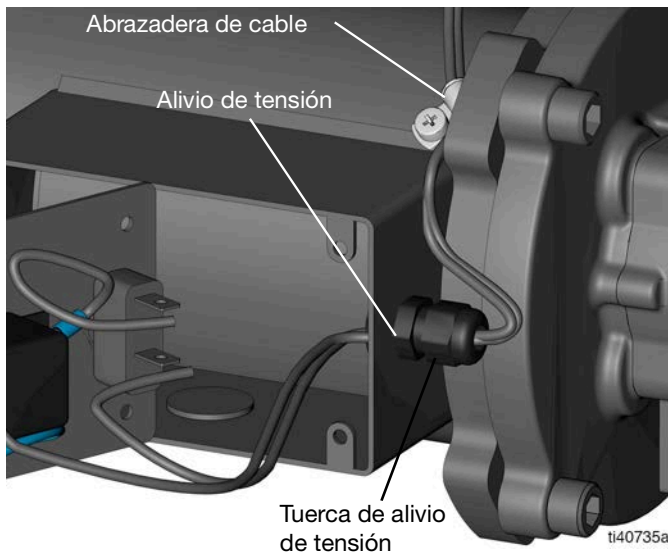

FIG. 21
- 10. Desenrosque la tuerca de alivio de tensión (FIG. 21).
- 11. Saque los cables del interruptor de presión de la caja de terminales por el elemento de alivio de tensión (FIG. 21).
- 12. Saque de la abrazadera los cables del interruptor de presión (FIG. 21).
3. Pase los cables del interruptor de presión por la abrazadera e por la caja de terminales a través del elemento de alivio de tensión (consulte la FIG. 21).
5. Gire la tuerca de alivio de tensión con una llave hasta que esté apretada (consulte FIG. 21).